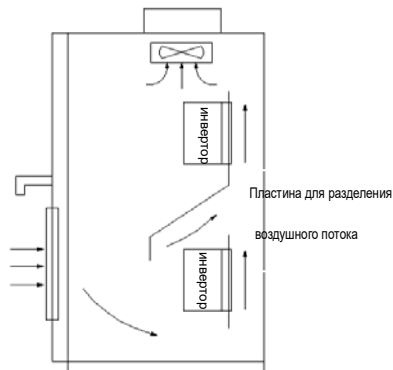

Рис.3-2 Монтаж нескольких инверторов
- (3) При установке нескольких инверторов в одном шкафу, следует монтировать их параллельно, при наличии входящей и исходящей вентиляции и специальных вентиляторов. Когда два инвертора устанавливаются друг над другом, должна быть установлена отводящая пластина воздушного потока, как показано на Рис.3-2, чтобы обеспечить хорошее рассеивание тепла.